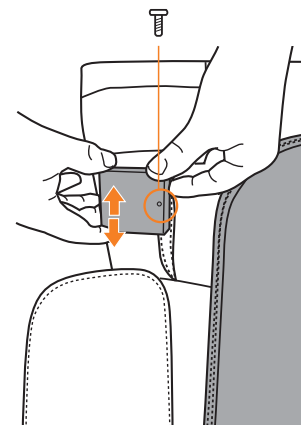

Fig.12
4. Si la vis n'est pas exposée, retournez le compartiment des piles (sans perturber le câblage) pour exposer la vis, puis utilisez le tournevis fourni pour retirer la vis (Fig.12).